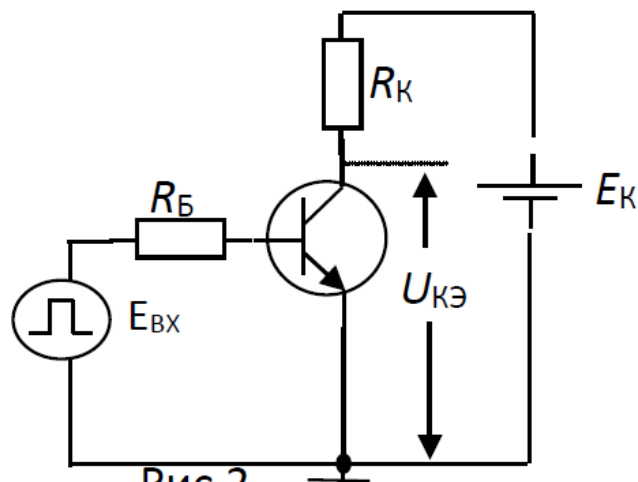

Рис.2
2. В схеме рис.2 $E_K=10\text{ В}$; $R_K=10\text{ Ом}$; $R_Б=200\text{ Ом}$; $\beta=50$, $E_{ВХ}=2\text{ В}$.